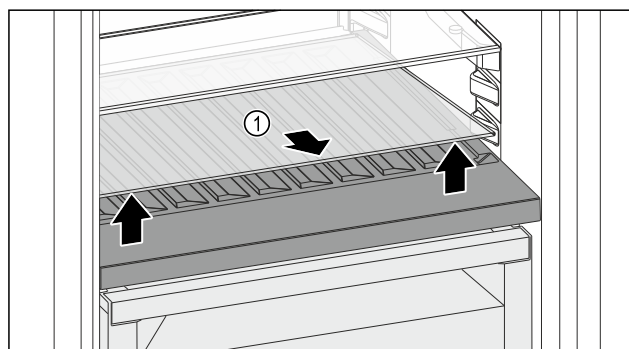

Fig. 180
- Glasplatte Fig. 180 (1) an der Aussparung vorne anheben und herausnehmen.
- Glasplatte Fig. 180 (1) außerhalb des Geräts sicher aufbewahren.
- Glasplatte (2) unter der variablen Flaschenablage einlegen.